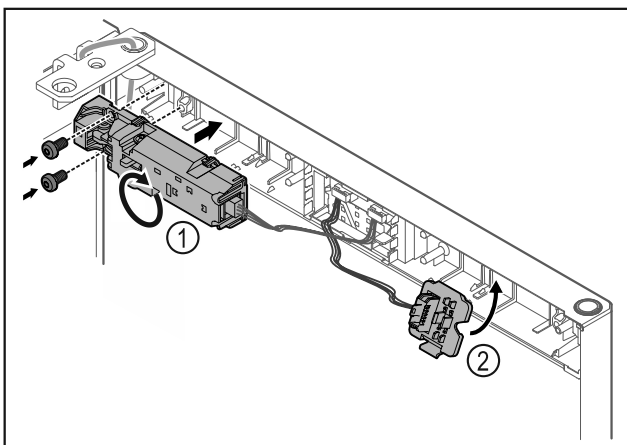

Fig. 24
- Ruotare la serratura a distanza Fig. 24 (1) di 180° e fissarla sul lato opposto.
- Innestare il supporto connettori Fig. 24 (2) sul lato opposto.